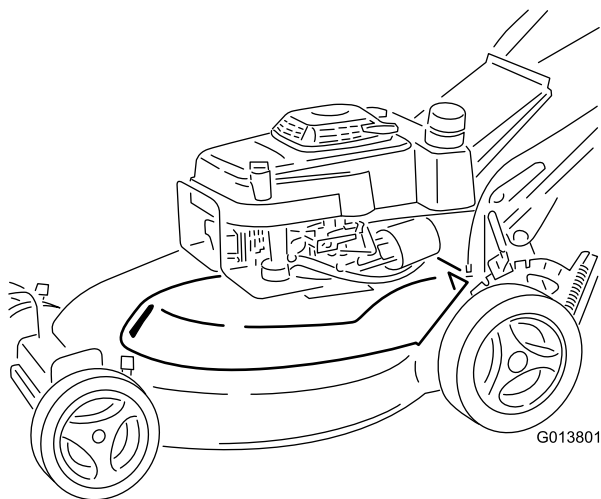

Figura 31
3. Empuje hacia adelante y hacia abajo sobre la parte delantera de la cubierta de la correa para desengancharlo del tornillo de montaje delantero (Figura 31).